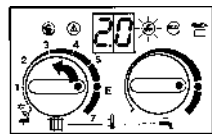

Рис. 54
- Регулятор температуры на отопление повернуть, пока не высветится "2.0", после 5 секунд появится установленный режим работы "0.", т.е., нормальная работа (рис.54).